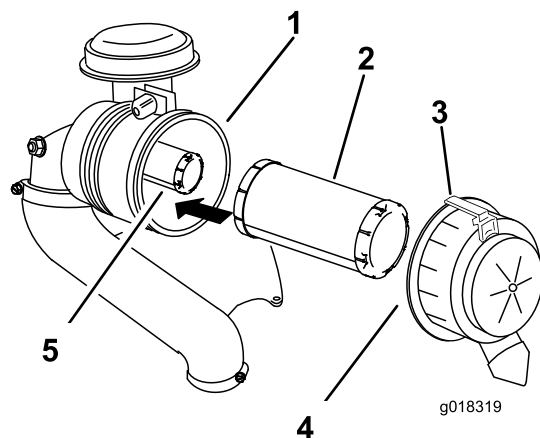

Figure 44
2. Tirez le verrou vers l'extérieur et tournez le couvercle du filtre à air dans le sens antihoraire (Figure 44).
3. Déposez le couvercle du filtre à air du boîtier du filtre (Figure 44).
- Sortez le préfiltre du boîtier du filtre avec précaution (Figure 44).
- Insérez le filtre de sécurité dans le boîtier avec précaution (Figure 44).
- Placez ensuite le préfiltre sur l'élément de sécurité avec le même soin (Figure 44).
- Reposez le couvercle du filtre à air, le côté portant l'inscription UP en haut, et fermez le verrou (Figure 44).